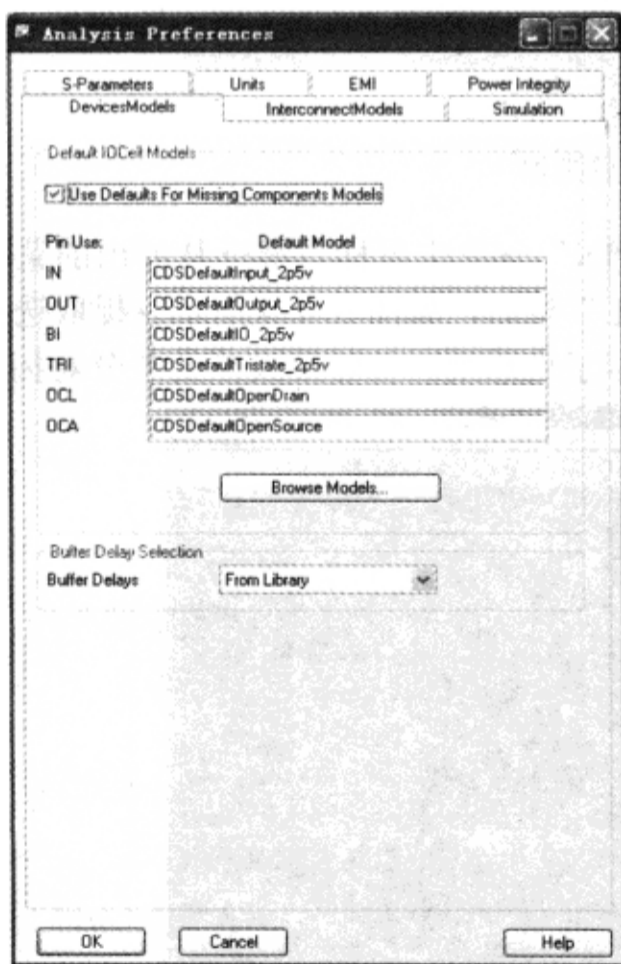

图 6-4-1 “Analysis Preferences”对话框
(1) 从“Allegro PCB SI GXL”窗口执行菜单命令“Analyze”→“SI/EMI Sim”→“Preferences”，弹出“Analysis Preferences”对话框，如图 6-4-1 所示。